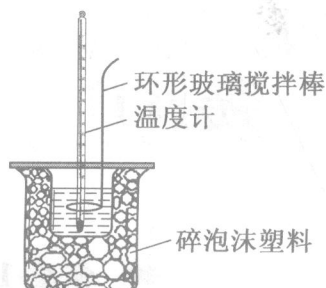

图 1-1 中和热的测定
1. 实验装置如图 1-1 所示。用量筒量取 50mL $0.5\text{mol} \cdot \text{L}^{-1}$ 盐酸,倒入简易量热计中,测量并记录盐酸的温度 t_1 。